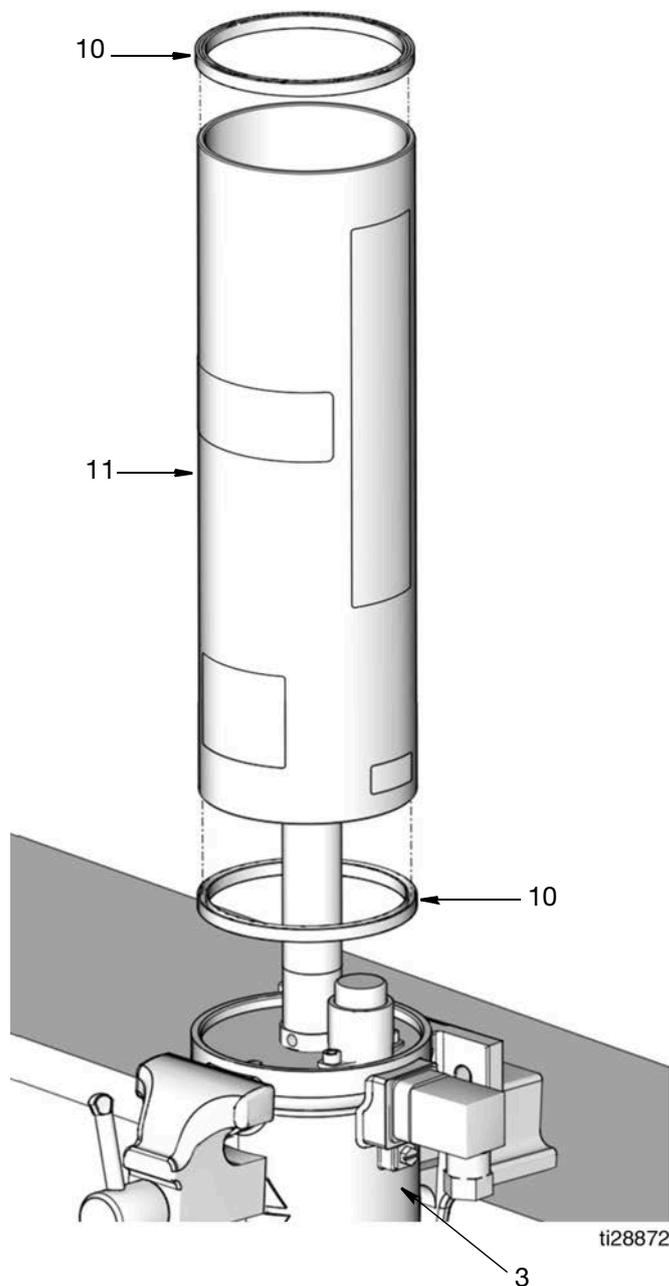

FIG. 40
19. Juntas del depósito (10)
Monte las juntas del depósito (10) en la parte superior y en la base del depósito (11) como se observa en la FIG. 40.
20. Monte el depósito (11) del cilindro del motor neumático (3) (FIG. 40).